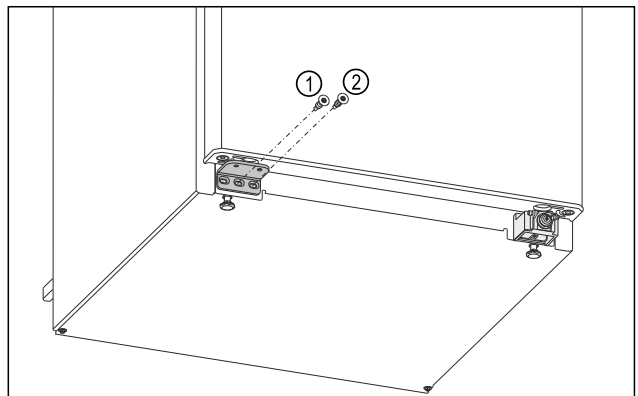

Fig. 24
- Draai de middelste schroef van de lagersteun Fig. 24 (1) vast met een Torx 20-schroevendraaier.
- Draai de binnenste schroef van de lagersteun Fig. 24 (2) vast met een Torx 20-schroevendraaier.